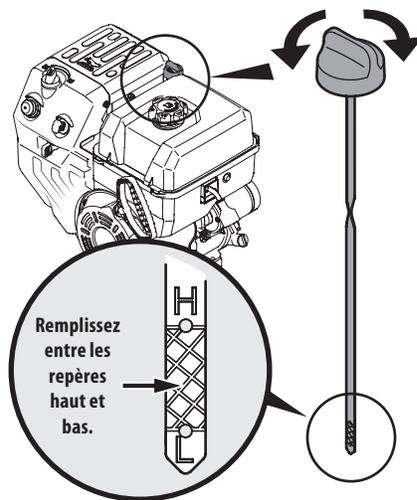

Figure 3-2
- Maintenir le niveau d'huile entre les repères haut (H) et bas (L) de la jauge à huile. Voir la Figure 3-2.
1. Enlevez le capuchon de remplissage de l'huile et essuyez la jauge à huile. Voir la Fig. 3-2.
3. Enlevez le capuchon de remplissage de l'huile. Si le niveau d'huile est bas, ajoutez lentement de l'huile jusqu'à ce que le niveau d'huile soit entre les repères haut (H) et le bas (L). Voir la Fig. 3-2.
4. Deserrez et enlevez le capuchon/jauge de la goulotte de remplissage de l'huile. Prenez note de le niveau de l'huile, si le niveau d'huile est en bas de le repère bas (L), ajoutez lentement de l'huile jusqu'à ce que le niveau se trouve à le repère haut (H). Voir la Figure 3-2